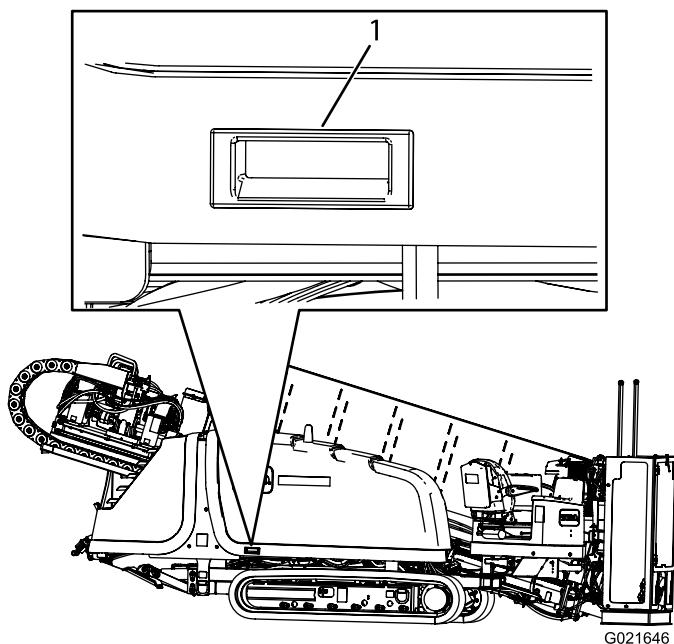

Рисунок 96
3. Поднимите опорную штангу, как показано на Рисунок 96.